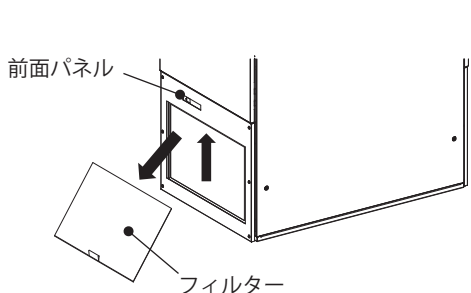

図27
- ①前面パネルのフィルターを取り外してください(図27)。